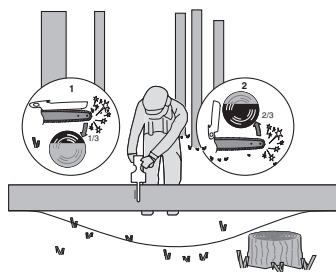

Figura 4
Dacă bușteanul se sprijină pe ambele capete, vezi figura 4, tăiați de sus 1/3 din diametru (1). Finalizați debitarea printr-o tăiere de jos în sus (2), având grijă să întâlniți tăietura de sus.